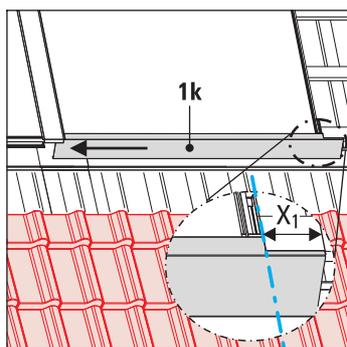

Fig. 3-44 Étape 4
- Mise en place du panneau pare-vue droit inférieur (1k). Pousser le cache (1k) en dessous la réglette insérable en direction du capteur plan gauche (fig. 3-44) et l'aligner sur le côté droit.